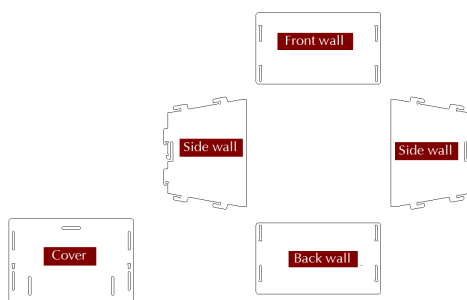
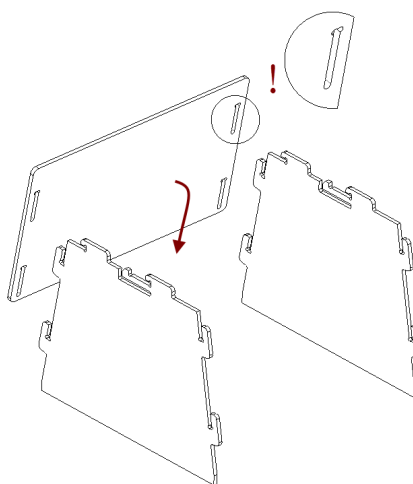
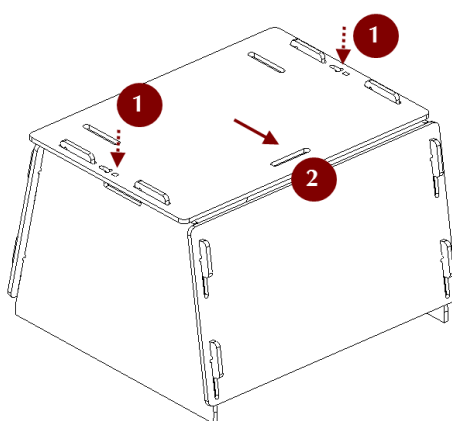

Рис. 11.13: Части подставки сканера
Рис. 11.14: Сборка передней стенки
Рис. 11.17: Защелкивание крышки
Подставка для сканера поставляется вместе со сканером Artec Spider в разобранном виде и состоит из пяти деталей (см. Рис. 11.13: двух боковых стенок, передней и задней стенок (фактически, двух одинаковых деталей) и крышки. Перед сборкой разложите эти детали, как показано на Рис. 11.13. Затем выполните следующие действия:
1. Поднимите две боковые стенки в вертикальное положение, как показано на Рис. 11.14. Обращая внимание на ориентацию Т-образных пазов, установите переднюю стенку на две пары крючков боковых стенок. Надавите на переднюю стенку и сдвиньте ее вниз до упора. Убедитесь, что все три стенки располагаются на одном уровне.
4. Надавите большими пальцами на крышку в районе Т-образных отверстий и сместите ее в направлении к задней стенке до щелчка (см. Рис. 11.17).
Примечание: Чтобы разобрать подставку, освободите защелки в Т-образных пазах в крышке (см. Рис. 11.13), используя тонкий предмет, например, шариковую ручку. Затем повторите шаги сборки в обратном порядке (с Рис. 11.17 до Рис. 11.14) и с перемещением деталей в противоположных направлениях.